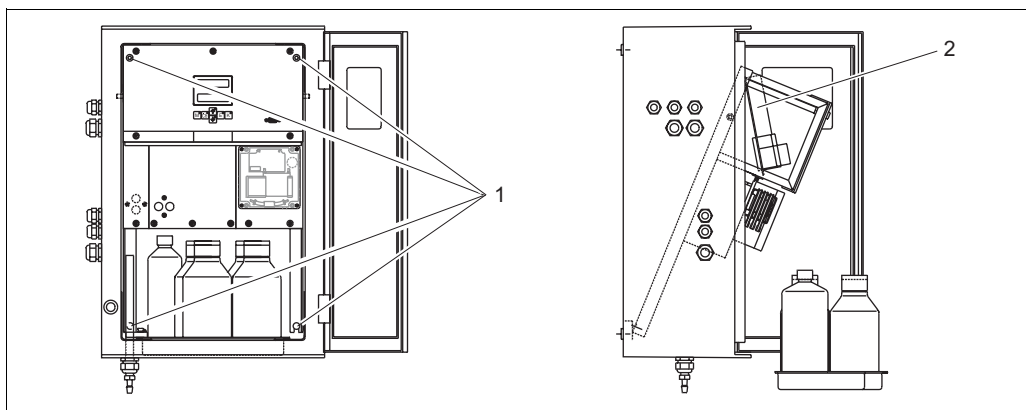

Fig. 15: Retirada del cuadro del analizador
1. Aflójense los dos tornillos Allen SW 6 de abajo unas 3 ó 4 vueltas (Fig. 15, elem. 1).
2. Desatornillense los dos tornillos Allen de arriba hasta que sea posible apartar el cuadro del analizador y poder acceder al zócalo de bornes de conexión (pos. 2).